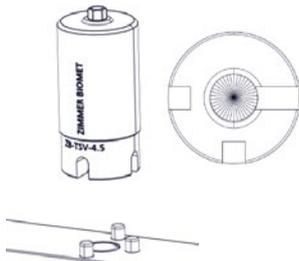

Figura 4.
- × Los blanks para pilares prefresados poseen tres muescas para su orientación. Oriente las muescas del blank con los tres pines del soporte (Figura 4).